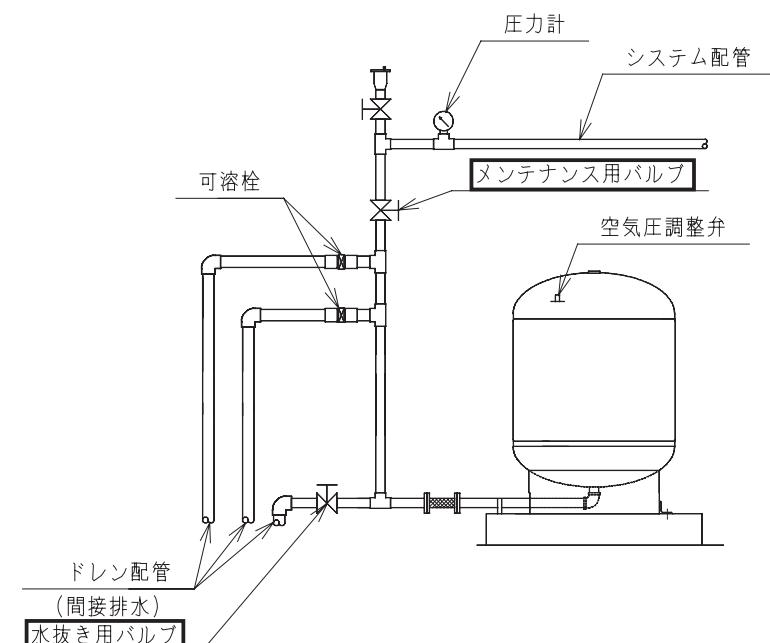

図 9-1 施工例
(1) 下記の手順①～②に従って各バルブ（図 9-1 参照）を開閉した後、システム配管の水圧テストを実施してください。
- ①「メンテナンス用バルブ」を閉弁してください。
- ②「水抜き用バルブ」を徐々に開弁してください。
(2) システム配管の水圧テストを実施した後、下記の手順①～④に従って各バルブ（図 9-1 参照）を開閉し、「メンテナンス用バルブ」とタンクの間の配管に水張りしてください。
- ①タンクに水圧テスト時の圧力がかかっていないことを確認してください。
- ②「メンテナンス用バルブ」を徐々に開弁し、配管内の残存空気を排出してください。
- ③配管内の残存空気が抜けたことを確認してください。
- ④残存空気がないことを確認していただいた後、「水抜き用バルブ」を開弁してください。